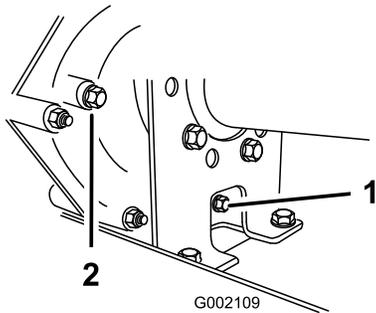
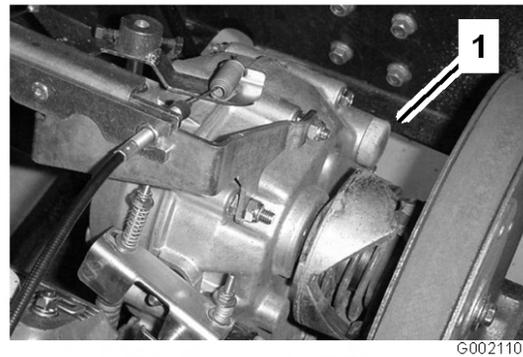

Figura 48
Figura 49
2. Retire el tapón de vaciado del lado derecho del depósito (Figura 48) y deje que se drene el aceite en un recipiente apropiado. Vuelva a colocar el tapón y apriételo cuando el aceite se haya drenado.
3. Llene el depósito (Figura 49) con aproximadamente 1,4 litros de aceite de motor SAE 10W30, o hasta que el nivel del aceite llegue a la parte inferior del orificio indicador de nivel (Figura 48).